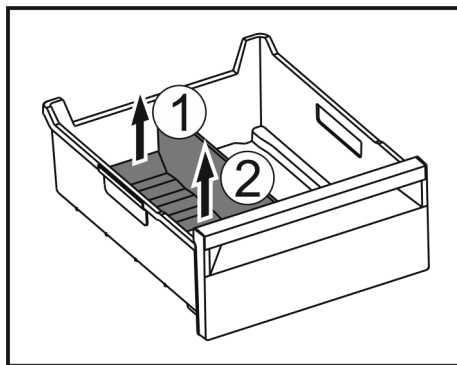

Fig. 106
- ▶ Повдигнете задната част на разделителя на отделението за лед. Fig. 106 (1)
- ▶ Извадете разделителя на отделението за лед нагоре. Fig. 106 (2)